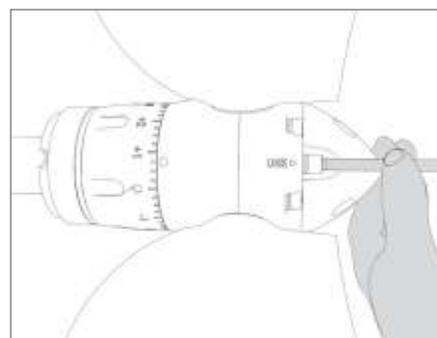

FIG. 27 Apriete el tornillo de bloqueo
- Vuelva a apretar el tornillo **F** (Fig. 27) asegurándose de que entre correctamente en su alojamiento sin esfuerzo (si le cuesta volver a apretar el tornillo, juegue con la anilla y apriete el tornillo lentamente para que entre correctamente en su alojamiento). El tornillo de fijación está equipado con una arandela anti-desenroscado en dos mitades, tenga cuidado de no perderla, también se recomienda no apretar demasiado el tornillo de fijación, máx 7 Nm (0,7 Kgm).